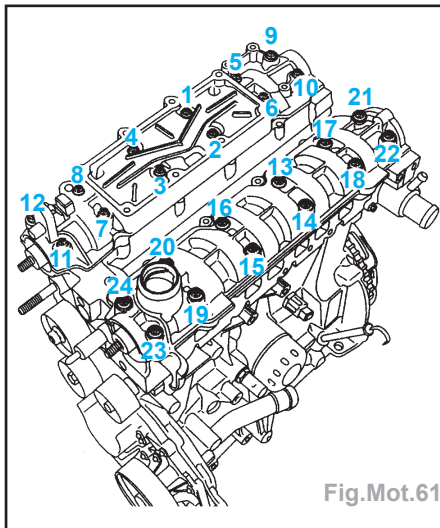

Fig.Mot.61
- les carters chapeau des paliers d'ACT. Les serrer au couple de 1,2 daN.m en respectant l'ordre indiqué (Fig.Mot.61),